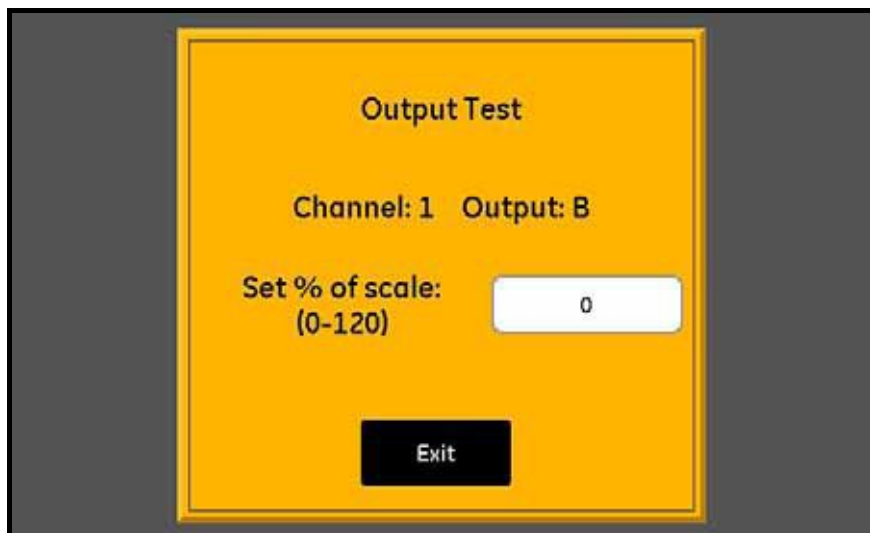

図44 : 出力試験 (Output Test) 画面
1. 試験を行う Channel (1~6) および Output (A または B) をタップしてから、Test ボタンをタップして下図 44 に類似の画面を開きます。